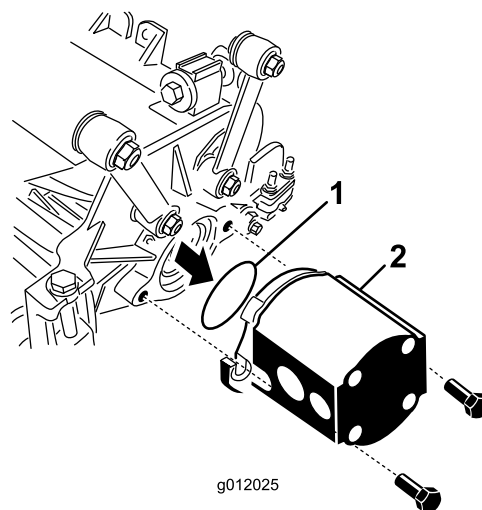

図 25
5. 駆動モータのフランジにリングカッティングユニットの付属部品を取り付ける 図 25。
6. リールモータを各カッティングユニットに装着し カッティングユニットの付属部品のキャップスクリュー 2 本で固定する 図 25。